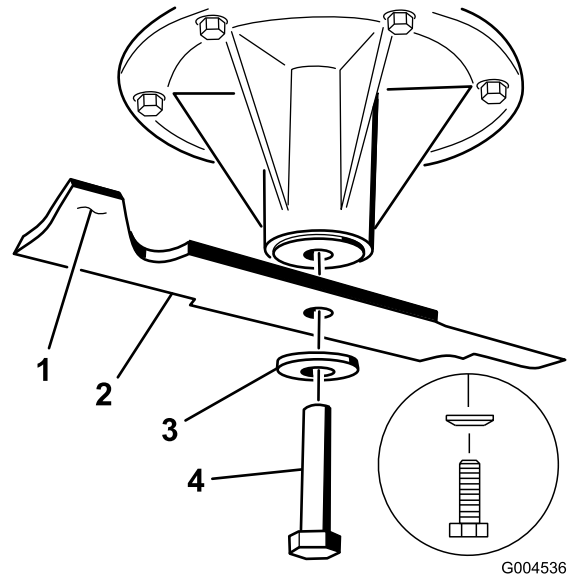
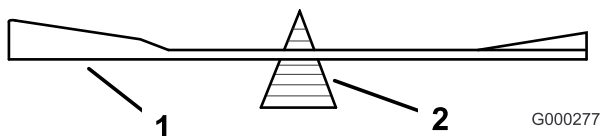

Bild 91
Bild 93
2. Entfernen Sie die Messerschraube, Wellenscheibe und das Messer von der Spindelwelle (Bild 91).
2. Überprüfen Sie die Auswuchtung des Schnittmessers auf einer Ausgleichsmaschine (Bild 93). Wenn das Schnittmesser in seiner horizontalen Position bleibt, ist es ausgewuchtet und kann wiederverwendet werden. Feilen Sie, wenn das Schnittmesser nicht ausgewuchtet ist, vom Flügelbereich des Messers etwas Metall ab (Bild 91). Wiederholen Sie diesen Vorgang, bis das Messer ausgewuchtet ist.